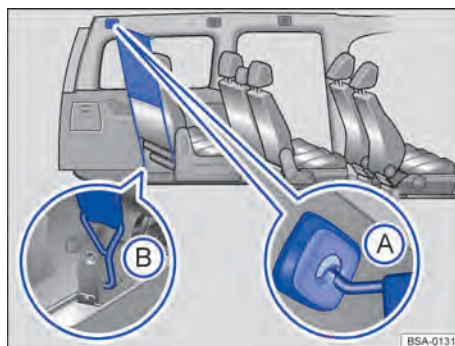

Abb. 153 Netztrennwand hinter der dritten Sitzreihe eingebaut.
1. Netztrennwand in die *hintere linke* Aufnahme im Dach einhaken → Abb. 153 **(A)**. Darauf achten, dass die Querstange über die obere Position hinaus nach unten gezogen wird.
3. Netztrennwand in der Sitzbefestigung einhaken → Abb. 153 **(B)**.